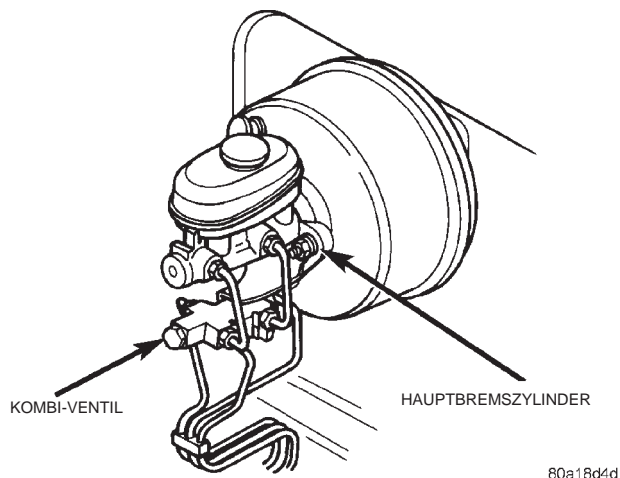
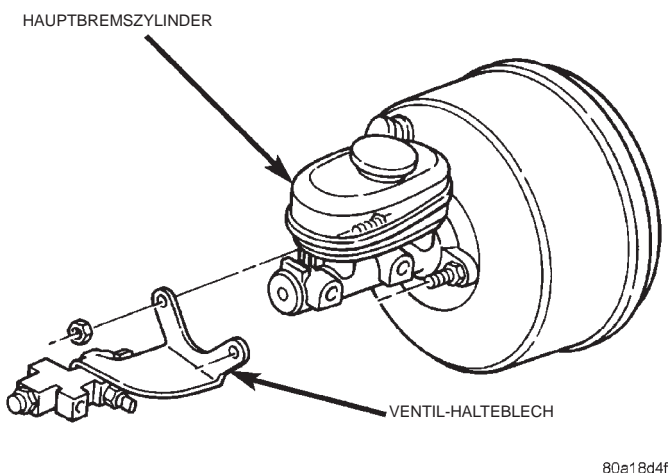

Abb. 19 Kombi-Ventil und Hauptbremszylinder
Abb. 20 Halteblech des Kombi-Ventils
- (1) Die Bremsleitungen lösen, über die das Kombi-Ventil mit dem Hauptbremszylinder verbunden ist (Abb. 19).
- (2) Die Bremsleitungen lösen, über die das Kombi-Ventil mit den Vorder- und Hinterradbremse verbunden ist.
- (3) Den Steckverbinder von den Anschlußkontakten am Kombi-Ventil abziehen; dabei darauf achten, daß die Sicherungslaschen ganz gelöst sind, da sie andernfalls leicht beschädigt werden können.
- (4) Die Muttern zur Befestigung des Ventil-Halteblechs an den Stehbolzen des Bremskraftverstärkers lösen und das Ventil-Halteblech von den Stehbolzen abnehmen (Abb. 20).